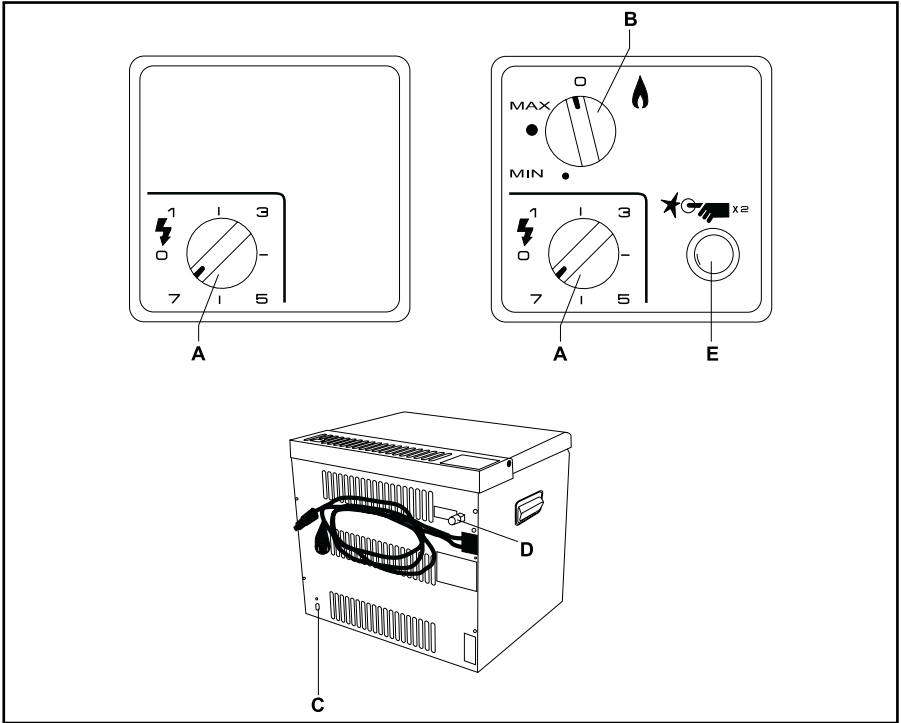

Fig. 1
9. Robinetterie gaz (fig.1)
10. Allumage du brûleur au gaz (fig.1)